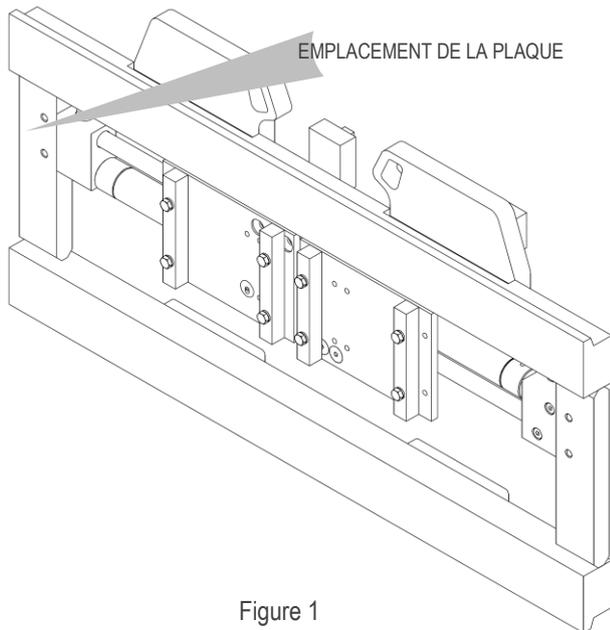
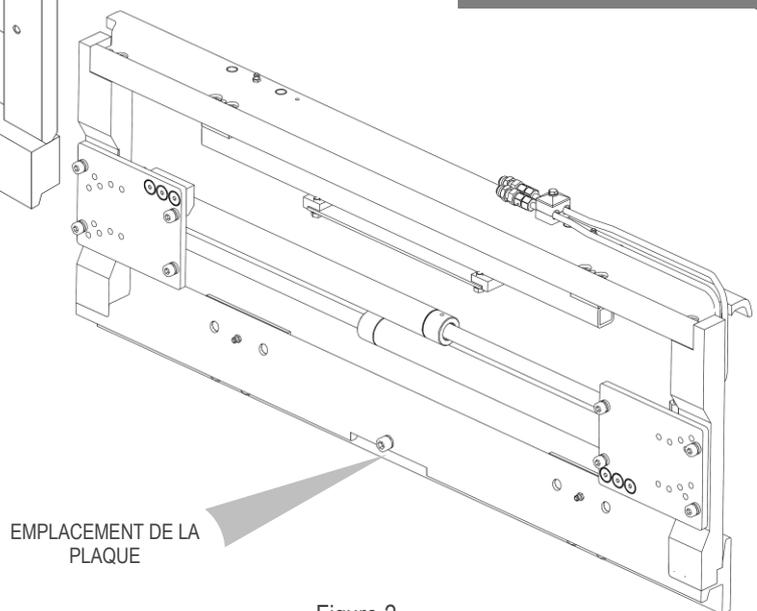

Figure 1
Figure 2
Tous les équipements A.T.I.B. - POSITIONNEUR FOURCHES TYPE 575 | 577 | 475 | 476 sont identifiés par une plaque signalétique adhésive (voir *Tableau 1*) positionnée sur l'équipement (voir *Figure 1* et *Figure 2*) ; toujours se référer au numéro de série.
5. Pour la manutention, utiliser des courroies ou des chaînes correctement dimensionnées par rapport au poids de l'équipement qui indiqué sur la plaque signalétique (voir *Figure 1* et *Tableau 1* en page.6).
10. Raccorder le circuit hydraulique en s'assurant que la pression de service des tuyaux est supérieure ou égale à la pression indiquée sur la plaque d'identification (voir *Figure 1* et le *Tableau 1* en page 6).
6. Pour la manutention, utiliser des courroies ou des chaînes correctement dimensionnées par rapport au poids de l'équipement qui comme indiqué sur la plaque signalétique (voir *Figure 1* et le *Tableau 1* en page 6).